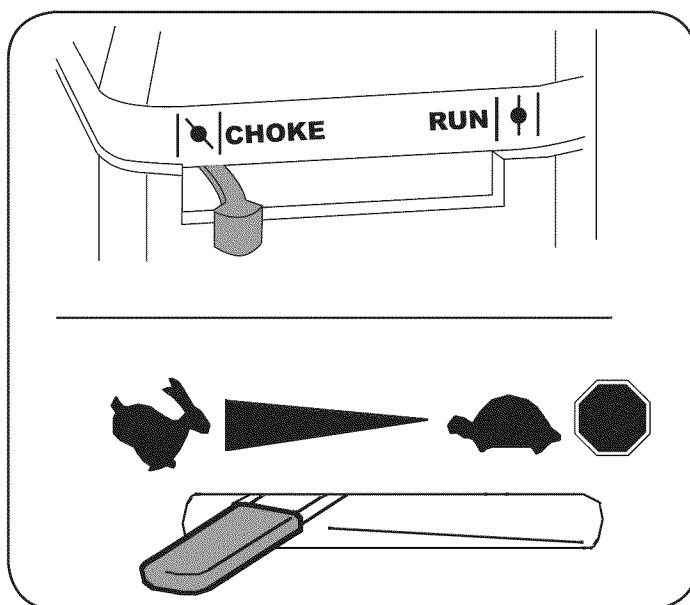

Figura 13
4. Mueva la palanca del cebador del motor a la posición CHOKE . (Si el motor está tibio puede no ser necesario cebarlo). Vea la Figura 13.
5. Mueva la palanca de control del regulador a la posición START/RUN (encendido / funcionando, representado por una liebre ). Vea la Figura 13.